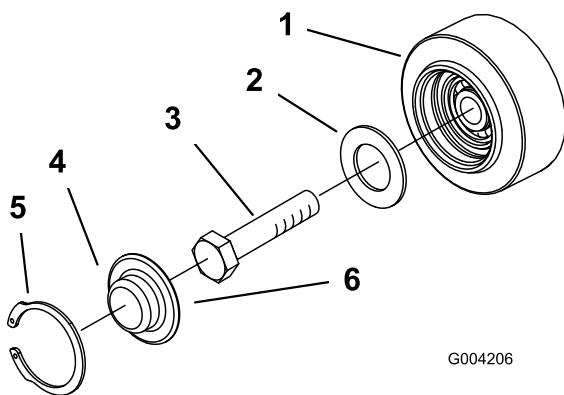

Figure 48
3. Déposez le jonc d'arrêt et le chapeau d'un galet de roulement (Figure 48).
4. Vérifiez la graisse sous le chapeau et autour du joint (Figure 48). Si elle est encrassée, granuleuse ou en quantité insuffisante, enlevez toute la graisse, remplacez le joint et ajoutez de la graisse neuve.
6. Placez le chapeau de galet de roulement sur la tête du boulon (Figure 48).
7. Fixez le chapeau avec le jonc d'arrêt (Figure 48).